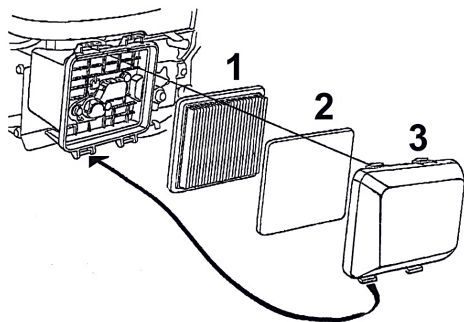

Рис. 18 Обслуживание воздушного фильтра
1. Нажмите на фиксаторы и снимите крышку 3 воздушного фильтра (Рис. 18).
2. Извлеките из крышки воздушного фильтра предварительный поролоновый фильтрующий элемент 2 (Рис. 18).
3. Извлеките основной бумажный фильтрующий элемент 1 (Рис. 18).
5. При незначительном загрязнении промойте предварительный поролоновый фильтрующий элемент 2 (Рис. 18) теплым мыльным раствором и просушите. Поврежденный или сильно загрязненный поролоновый фильтрующий элемент замените.
- ВНИМАНИЕ!** Бумажный фильтрующий элемент 1 (Рис. 18) не подлежит очистке, необходима его замена. Не продувайте основной бумажный фильтрующий элемент сжатым воздухом, не промывайте его в бензине и других растворителях.